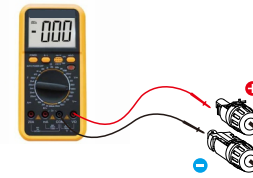
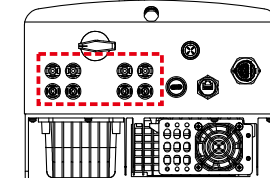

Abbildung 5.17 Multimetermessung
Abbildung 5.18 Verbindung des Gleichstromsteckers mit dem Wechselrichter
5. Messen Sie die PV-Spannung des Gleichstromeingangs mit einem Multimeter und überprüfen Sie die Polarität des Gleichstromeingangskabels (siehe Abbildung 5.17) und stellen Sie sicher, dass jeder PV-Spannungsstrang im Bereich des Wechselrichterbetriebs liegt. Verbinden Sie den Gleichstromstecker mit dem Wechselrichter, bis Sie ein leichtes Klicken hören, das anzeigt, dass die Verbindung hergestellt wurde. (siehe Abbildung 5.18)